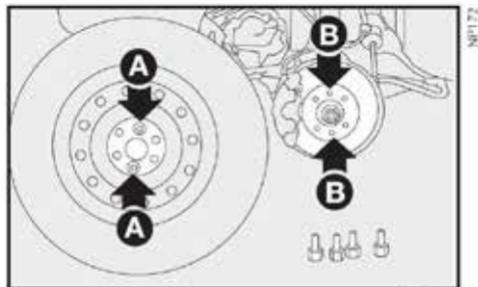

fig. 7
- 6) Instale la rueda de refacción, de manera que los tornillos B-fig. 7 coincidan con los orificios A-fig. 7.